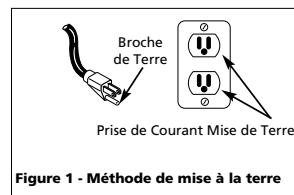

Figure 1 - Méthode de mise à la terre
- Ce produit est conçu pour l'utilisation d'un circuit de 120 volts et a une fiche de mise à la terre comme celle indiquée sur la Figure 1. Assurer que le modèle est branché à une prise de courant qui a la même configuration que la fiche. Ce produit doit être mis à la terre. Dans l'événement d'un court-circuit, la mise à la terre diminue le risque de secousse électrique en fournissant un fil d'échappement pour le courant électrique. Ce produit est équipé avec un cordon qui a un fil de terre avec une fiiche de terre. La fiche doit être branchée dans une prise de courant qui a été installée et mise à la terre